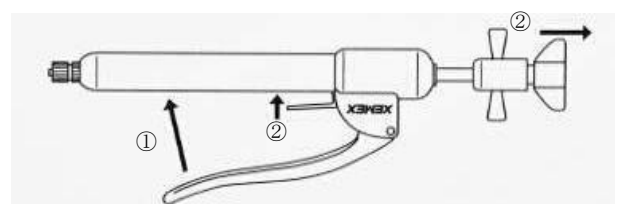

図6:
- 2) 碎石は、①ハンドルのグリップレバーを握るか、②リリースレバーを押したままローテーターを引き出すことにより行えます。(図6)